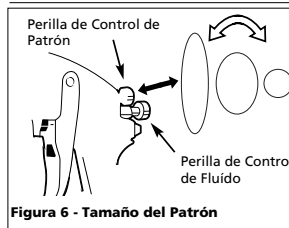

Figura 6 - Tamaño del Patrón
3. Gire la perilla de control totalmente en el mismo sentido de las agujas del reloj, para cerrarlo (Vea la Figura 6).
2. Seleccione la forma del patrón. Si desea cubrir una superficie amplia, gire la perilla de control en sentido contrario a las agujas del reloj. Si desea un patrón circular, gírela en el mismo sentido de las agujas del reloj (Vea la Figura 6).